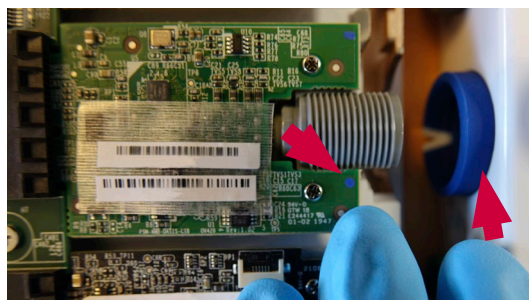

Figura 19 A indicação de cor na placa VDI deve corresponder ao anel colorido
e) Certifique-se de que o anel colorido na caixa traseira tem a mesma cor que a indicada na placa VDI (Figura 19)
Quando voltar a montar a caixa traseira, certifique-se de que os pontos coloridos nas placas VDI (Figura 19) coincidem com as cores dos anéis coloridos em que são colocados.